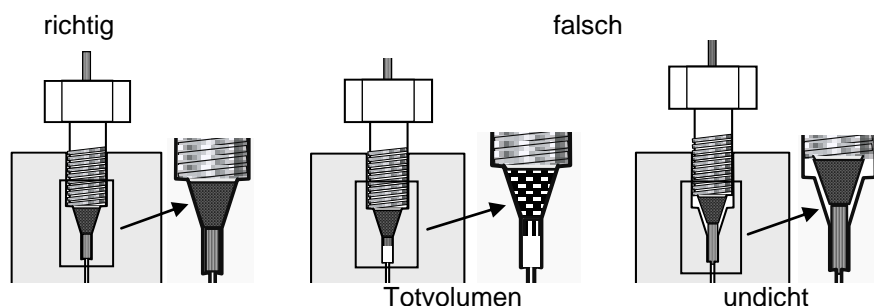

Abb. 11 Sitz der Kapillarverbindungen
4. Ziehen Sie bei leichtem Druck auf die Kapillare die Verschraubung mit den Fittings handfest an, siehe Abb. 11.
4. Ziehen Sie bei leichtem Druck auf die Kapillare die Verschraubung mit dem Schneidring zunächst handfest an, siehe Abb. 11.